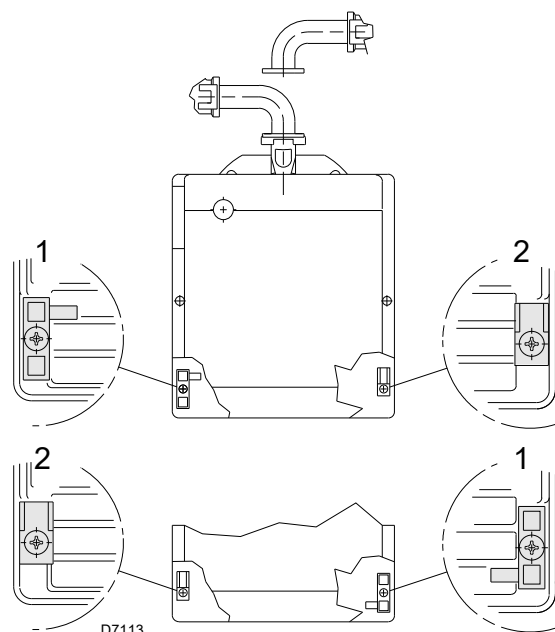

Fig. 18
La entrada de los cables de alimentación de la rampa de gas puede estar a la derecha o a la izquierda del quemador (Fig. 18). Según la posición de entrada, se deberán invertir el sujetador de cable con toma de presión (1) y el sujetador de cable (2).